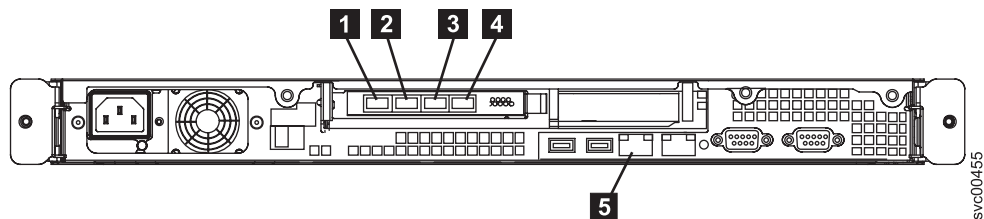

図 31. SAN ボリューム・コントローラー 2145-8A4 のイーサネットおよびファイバー・チャンネル・コネクタ
1. イーサネット・ケーブルを 図 31 のイーサネット・ポート 1 **5** に接続します。